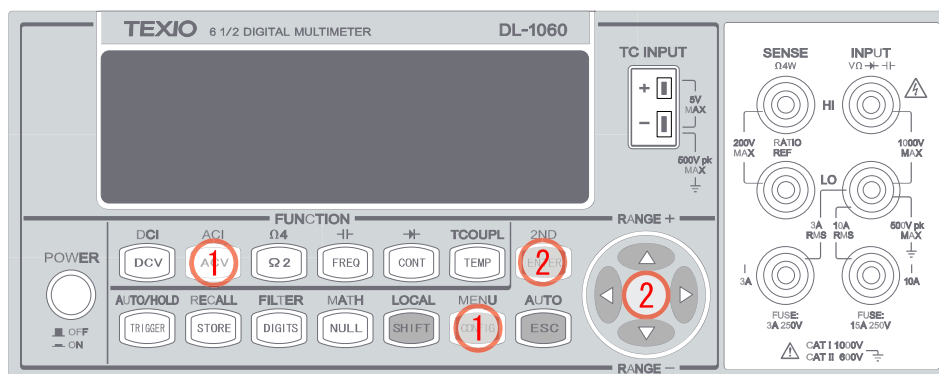

図 3-2
- ① ACV ボタンを押し、次に CONFIG ボタンを押します。
- ② $\leftarrow \rightarrow$ ボタンで、"BAND WIDTH"を選択し ENTER を押します。3Hz、20Hz、200Hz の中から選択し ENTER を押します。これらの操作は図3-2に示します。